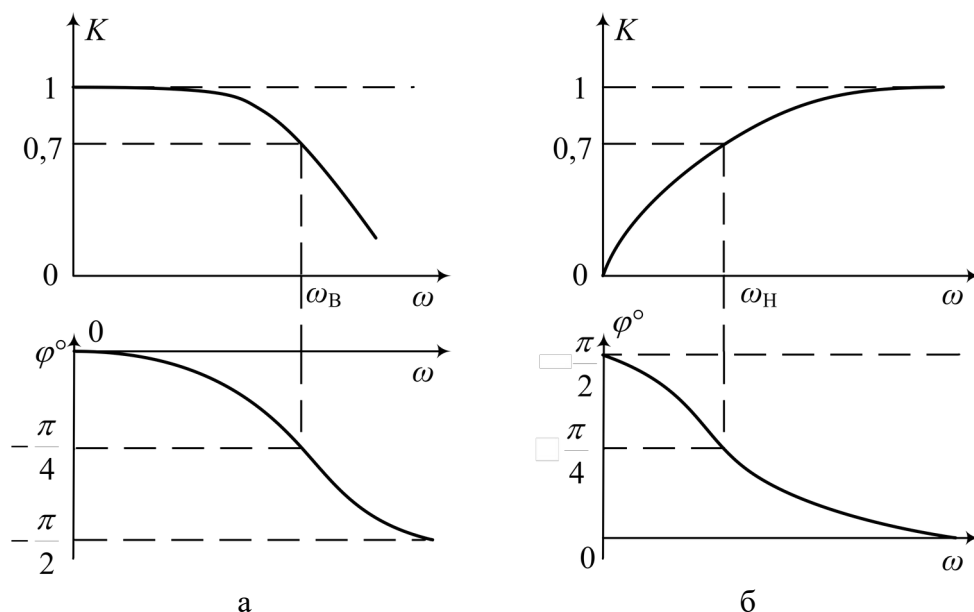

Рис.1.2. Амплитудно- и фазочастотные характеристики интегрирующей (а) и дифференцирующей (б) цепей
На рис. 1.2 показаны амплитудно-частотные (АЧХ) $k(\omega)$ и фазочастотные (ФЧХ) $\varphi(\omega)$ характеристики интегрирующей и дифференцирующей цепей. Если считать граничной частотой пропускания цепи ту частоту, на которой $k(\omega)$ уменьшается в $\sqrt{2}$ раз (0,7 от первоначального значения), то она связана с постоянной времени цепи соотношением $\omega = 1/\tau$, где $\tau = RC$ – постоянная времени цепи.
Значение τ можно определить по переходной характеристике RC -цепей (см. рис. 1.2). Интегрирующая цепь имеет характеристику фильтра низких частот, дифференцирующая – фильтра высоких частот.
4) Исследовать переходные характеристики интегрирующей цепи. Для этого на вход цепи подавать с многофункционального генератора прямоугольных колебаний импульсы амплитудой 1 В, периодом колебаний 6 мс, длительностью 3 мс. Зарисовать форму выходных импульсов. По осциллограмме определить постоянную времени цепи в соответствии с рис. 1.2. сравнить полученную величину с результатами расчетов п. 3.